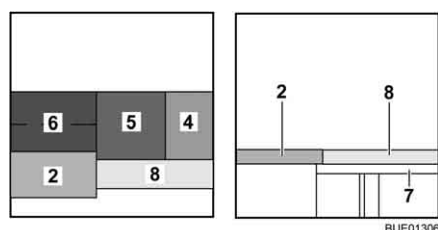

Fig. 134 Dopo la trasformazione
- Posizionare il cuscino del divano (Fig. 134,5) al centro.
- Posizionare il cuscino dello schienale (Fig. 134,4) tra il cuscino del divano e la parete.
- Agganciare l'allargamento letto (Fig. 134,7) negli alloggiamenti sulle casapanche.
- Posizionare il cuscino aggiuntivo (Fig. 134,8) sull'allargamento letto.